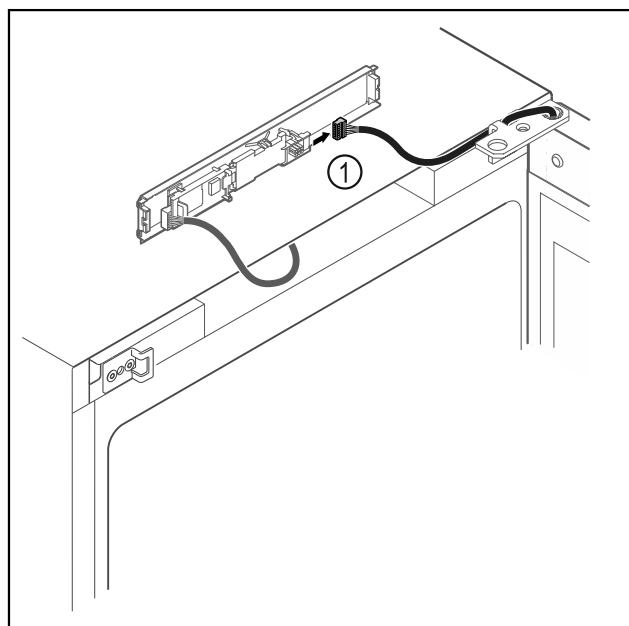

Fig. 16
- ▶ Trekk ut pluggen Fig. 16 (1) fra kretskortet.